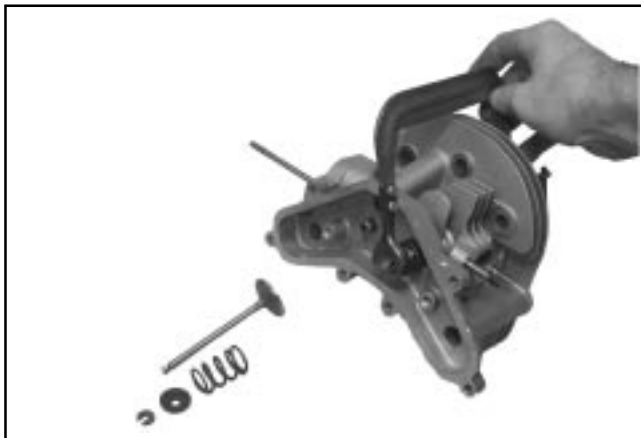

Figure 8-34. Dépose des soupapes et de l'outil de compression de ressort.
- a. Comprimer le ressort de soupape à l'aide d'un compresseur spécial et retirer les clavettes. Voir la Figure 8-34.